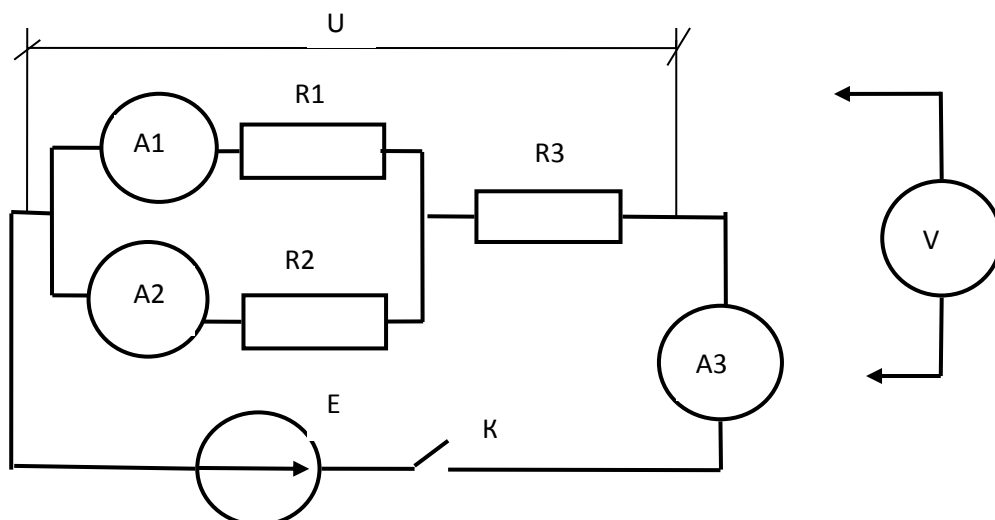

Рисунок 4 Смешанное соединение потребителей для выполнения задания 7.6
7.6 Собрать схему (рисунок 4) смешанного соединения потребителей (резисторов). Убедиться в правильности её сборки.